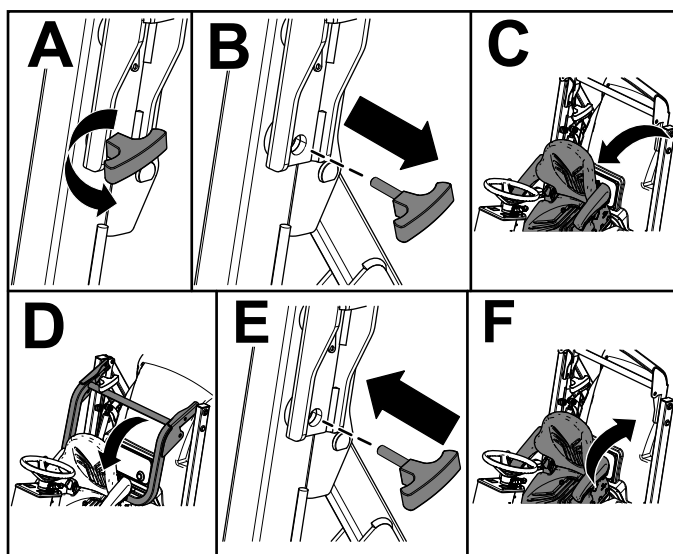

Figure 15
4. Basculez le siège en avant (Figure 15).
5. Retirez les boutons-goupilles de l'arceau de sécurité (Figure 15).
6. Abaissez l'arceau de sécurité et fixez-le en position avec les boutons-goupilles (Figure 15).
7. Rabattez le siège en arrière en position verrouillée (Figure 15).